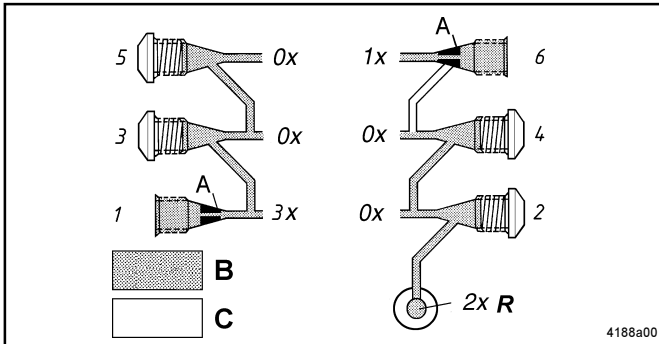

Abb. 4 - Interne Rückführung von Schmierstoff; nur bei hinten montierten Schmierstoffverteilern bis Vorserien-Nr.9910006711/004 und Serien-Nr. 998000099C/001
- Dies geschieht automatisch, wenn bis Vorserien-Nr.9910006711/004 und Serien-Nr. 998000099C/001 (Abb. 4) der Auslaß 2 mit einer Verschlussschraube verschlossen wird. Nur die Schmierstoffmengen der geraden Auslässe sind zurückführbar (z. B. beim SSV 6 die Auslässe 2, 4, 6).